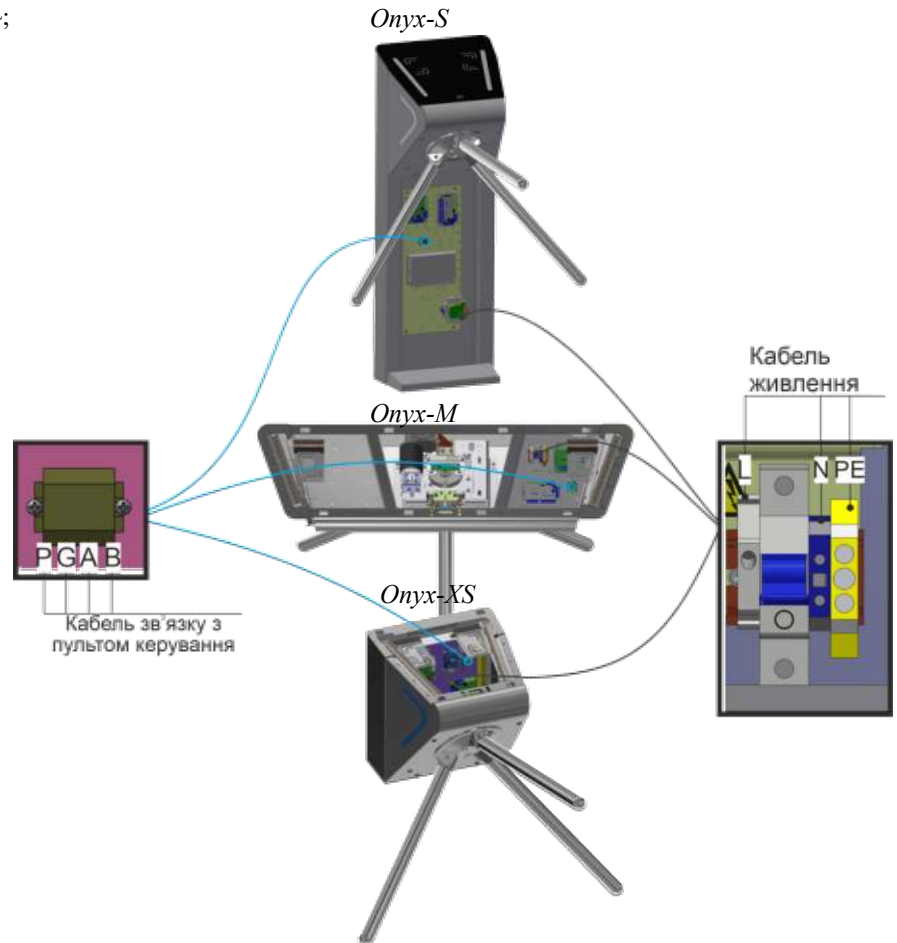

Рис.18– Підключення кабелю живлення та кабелю зв'язку з пультом керування
13) Підключення турнікету (Рис.18):